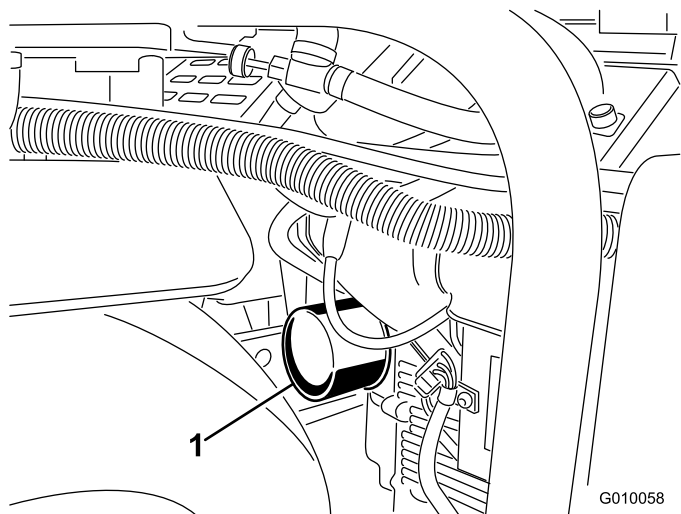
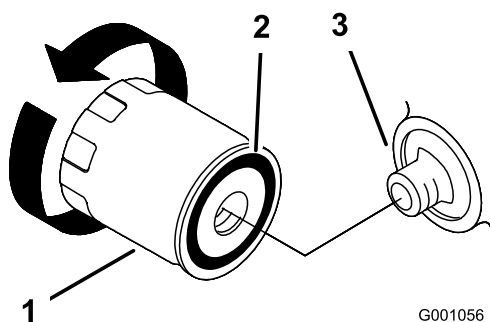

Figura 48
Figura 49
6. Mettere una bacinella o uno straccio sotto il filtro per raccogliere l'olio di spurgo (Figura 48).
7. Togliete il filtro usato (Figura 48 e Figura 49) e pulite la superficie della guarnizione dell'adattatore del filtro.